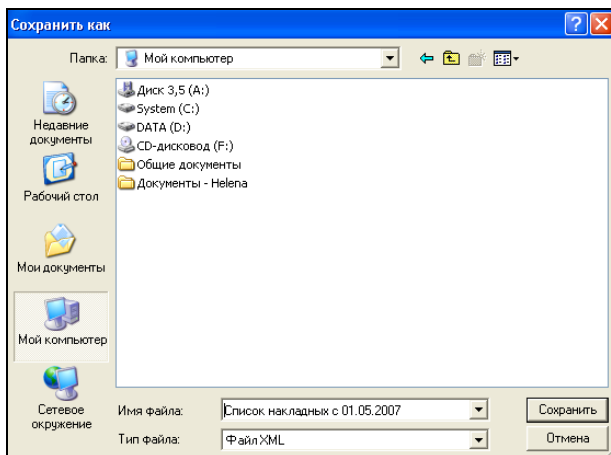

Рис. 118
- ✓ Указать в окне (Рис. 118) *Обзор* папку, где следует сохранить файл, и в поле *Имя файла* имя файла, с которым следует сохранить файл в формате .XML;